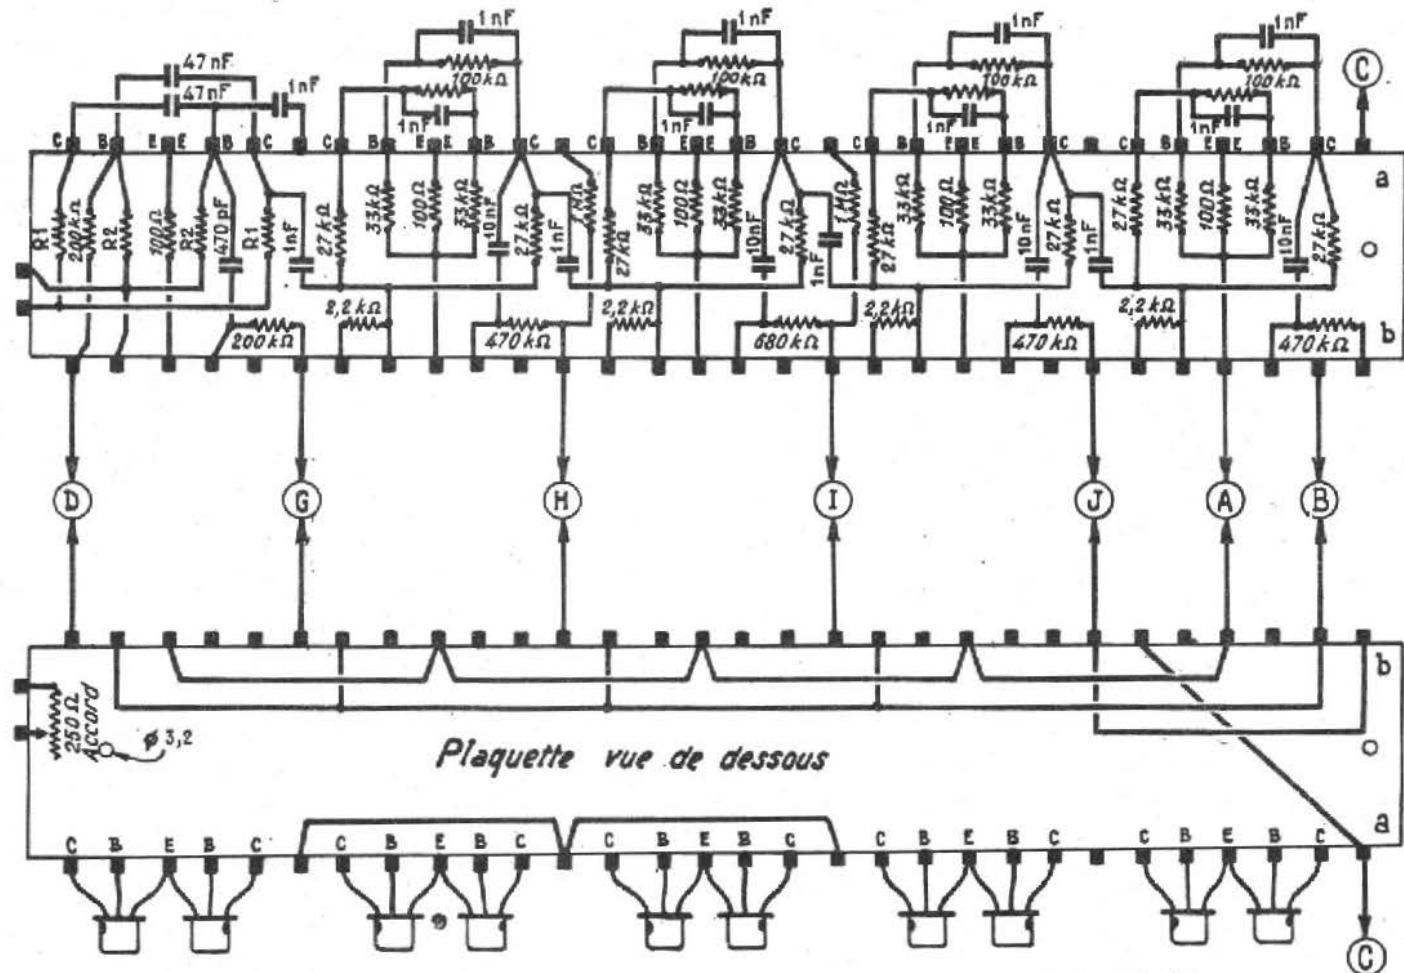

FIG. 10. — Câblage de 11 plaquettes du générateur de notes, chaque plaquette étant équipée de 10 transistors
La place la plus importante à l'intérieur de la mallette est occupée par les douze plaquettes génératrices de notes. Le câblage des onze plaquettes à dix transistors NR2 (transistors n-p-n pour machines à calculer) sera réalisé conformément au plan de la figure 10. Rappelons que ces onze plaquettes ne diffèrent que par les valeurs de  $R_1$  et  $R_2$  indiquées plus haut. Le
1) Câbler les douze plaquettes génératrices de notes suivant les plans des figures 10 et 11.